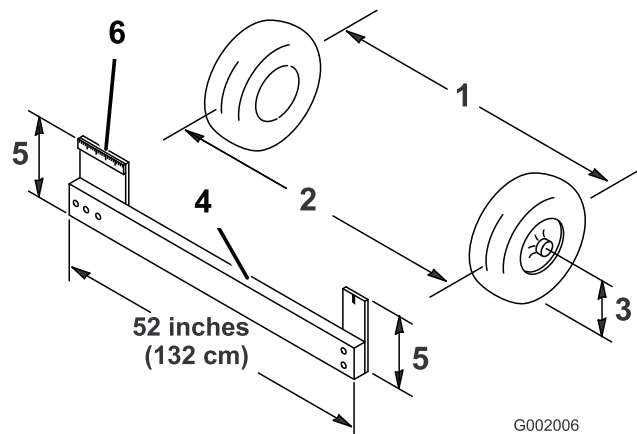

Figura 51
- Meça a distância entre os pneus dianteiros na altura do eixo na parte da frente e na parte de trás dos pneus dianteiros (Figura 51).
Nota: Você precisará de um dispositivo de fixação ou medidor de alinhamento para medir a parte de trás dos pneus dianteiros na altura do eixo. Use o mesmo dispositivo de fixação ou medidor de alinhamento para medir com precisão a parte da frente dos pneus dianteiros na altura do eixo (Figura 51).